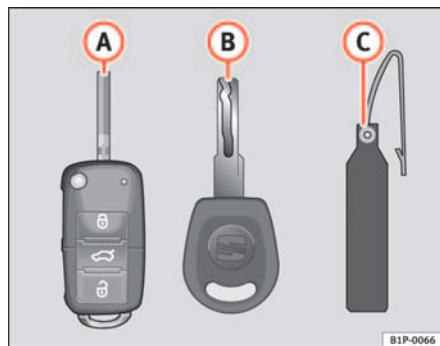

Abb. 63 Schlüsselsatz
- einen Funkschlüssel ⇒ Abb. 63 (A) mit ausklappbarem Schlüsselbart,
- einen Schlüssel ohne Funkbedienung (B)
- einen Kunststoffanhänger (C) mit der Schlüsselnummer.
Nur anhand der Schlüsselnummer auf dem Kunststoffanhänger ⇒ Abb. 63 (B) können Schlüssel nachgemacht werden. Deshalb:
- Verwenden Sie die beiden Schlüssel, die mit dem Fahrzeug ausgehändigt werden ⇒ Seite 100, Abb. 63, den Funkschlüssel  und den normalen Schlüssel .